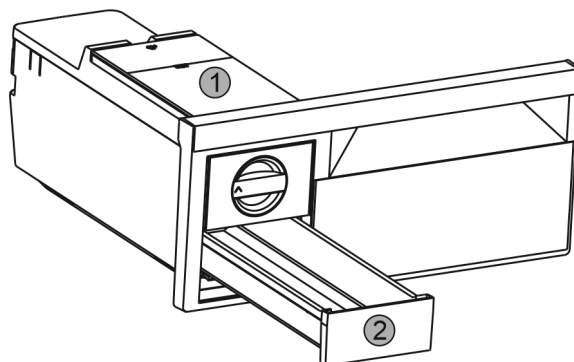

Fig. 55
- ▶ Scoateți rezervorul de apă Fig. 55 (1) și sertarul de cuburi de gheață Fig. 55 (2).